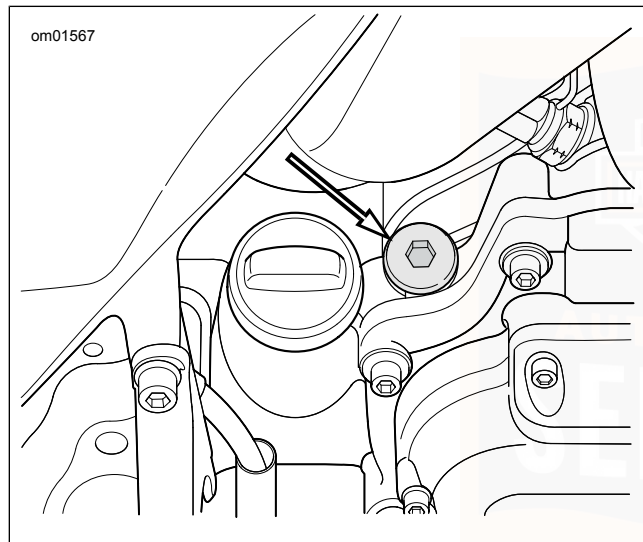

Figura 65. Posizione del tappo del rifornimento/astina di livello dell'olio del cambio
2. Vedere Figura 65 Rimuovere il tappo del rifornimento/l'astina di livello dell'olio del cambio. Pulire l'astina di livello.